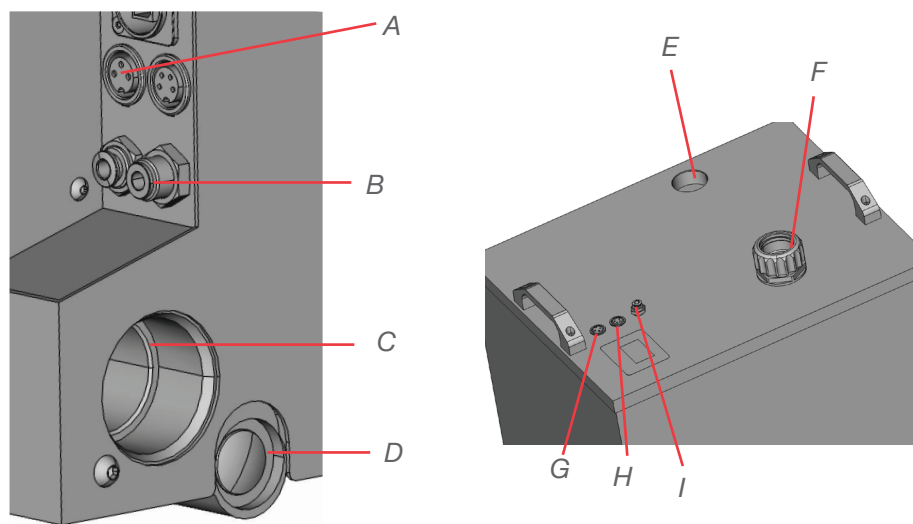

ABBILDUNG 6:
- M1. Bringen Sie die Bauteile mit Hilfe der nachfolgenden Tabelle an. Die Buchstaben der Anschlüsse beziehen sich auf die Anschlussübersicht ( Abbildung 6)